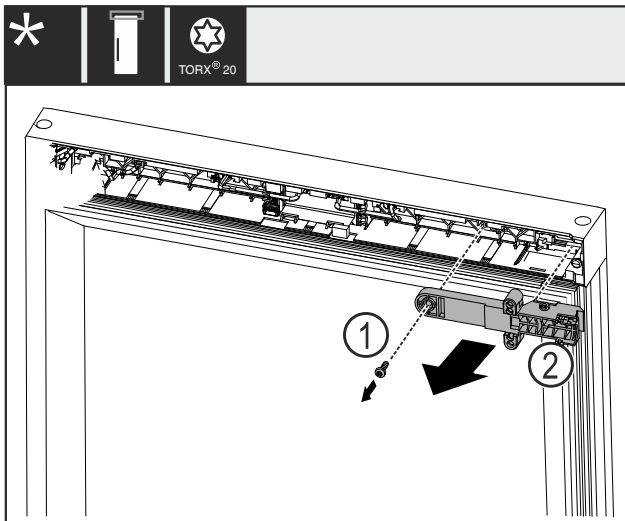

Fig. 25
- ▶ Извлеките винт Fig. 25 (1).
- ▶ Снимите крепежный элемент замка Fig. 25 (2).